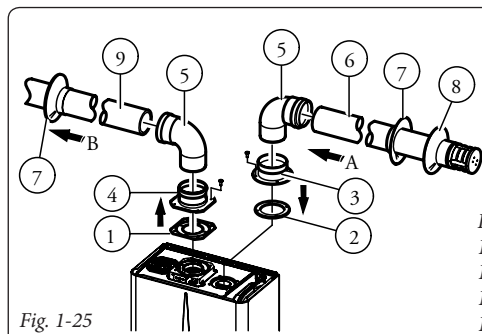

Fig. 1-25
- Montarea kitului (fig. 1-25): instalați flanșa (4) pe orificiul central al centralei interpunând garnitura (1) și închideți șuruburile cu cap hexagonal și vârful plat care se află în kit. Scoateți flanșa plată din orificiul lateral față de cel central (după exigențe) și înlocuiți-o cu flanșa (3) interpunând garnitura (2) deja prezentă pe centrală și închideți șuruburile autofiletante cu vârf din dotare. Cuplați curbele (5) cu latura moș (netedă) în latura babă a flanșelor (3 și 4). Cuplați terminalul de aspirare (6) cu latura moș (netedă), în latura babă a curbei (5) până îl aduceți în tamponare, asigurându-vă că ați introdus respectivele rozete interne și externe.